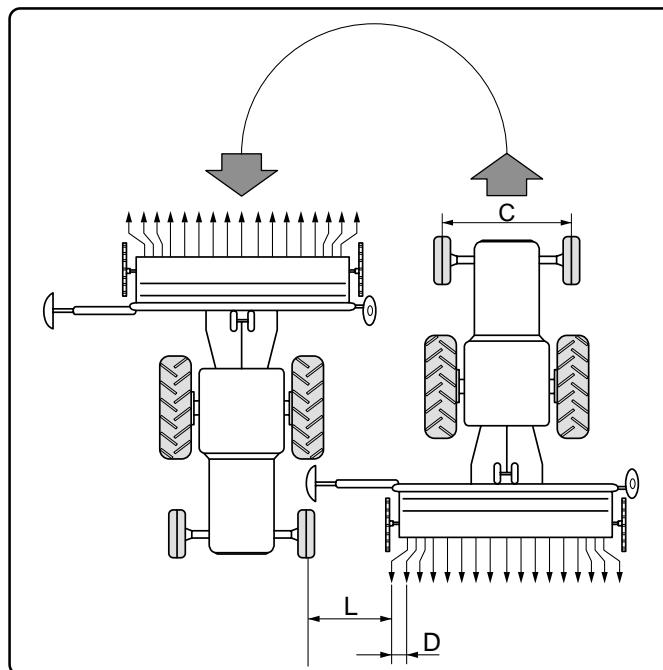

Fig. 31
*Pour un réglage correct de la longueur des bras voir Fig.31 et la règle suivante, où*
*Para un ajuste correcto de la longitud de los brazos, hágase referencia a la Fig. 31 y a la regla siguiente:*